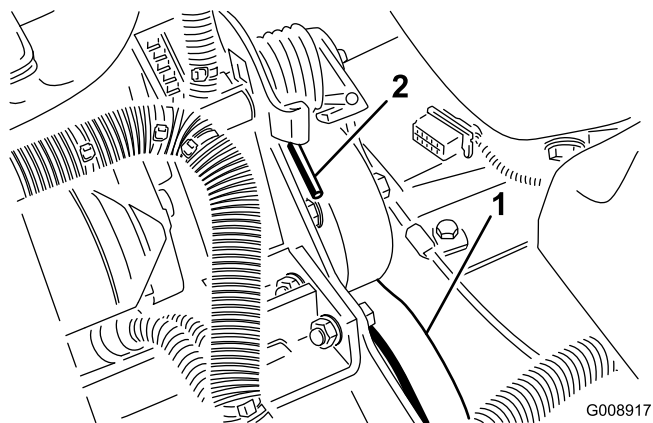

図 56
2. スプリングの端を前側に押し下げてブラケットから外し、スプリングのテンションをなくす (図 56)。